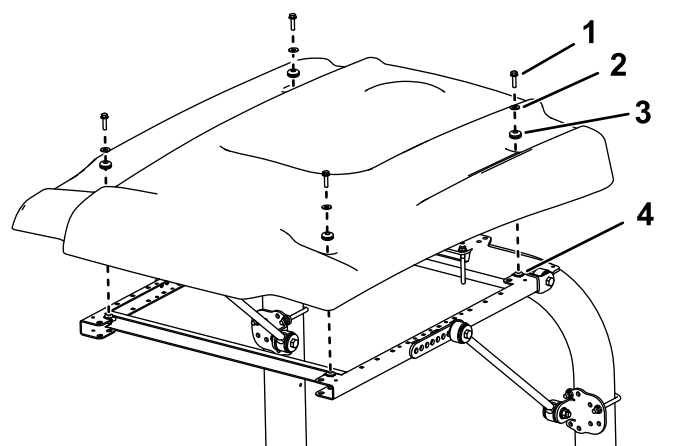

Рисунок 32
15. Выравнивая монтажные отверстия, расположите солнцезащитный навес на раме, как показано на Рисунок 32.
16. Установите каждый угол солнцезащитного навеса на раму с помощью болта с фланцевой головкой (5/16 x 1¼ дюйма), малой шайбы и уплотнительной втулки, не затягивая их (Рисунок 32).